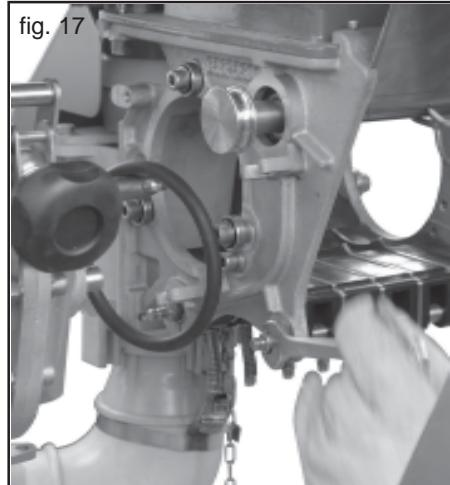

fig. 17
- 1) Pentru a demonta grupul de tastatori slabiti cele 4 piulite (din fata si din spate) (Fig. 17), utilizand o cheie de 13 mm.